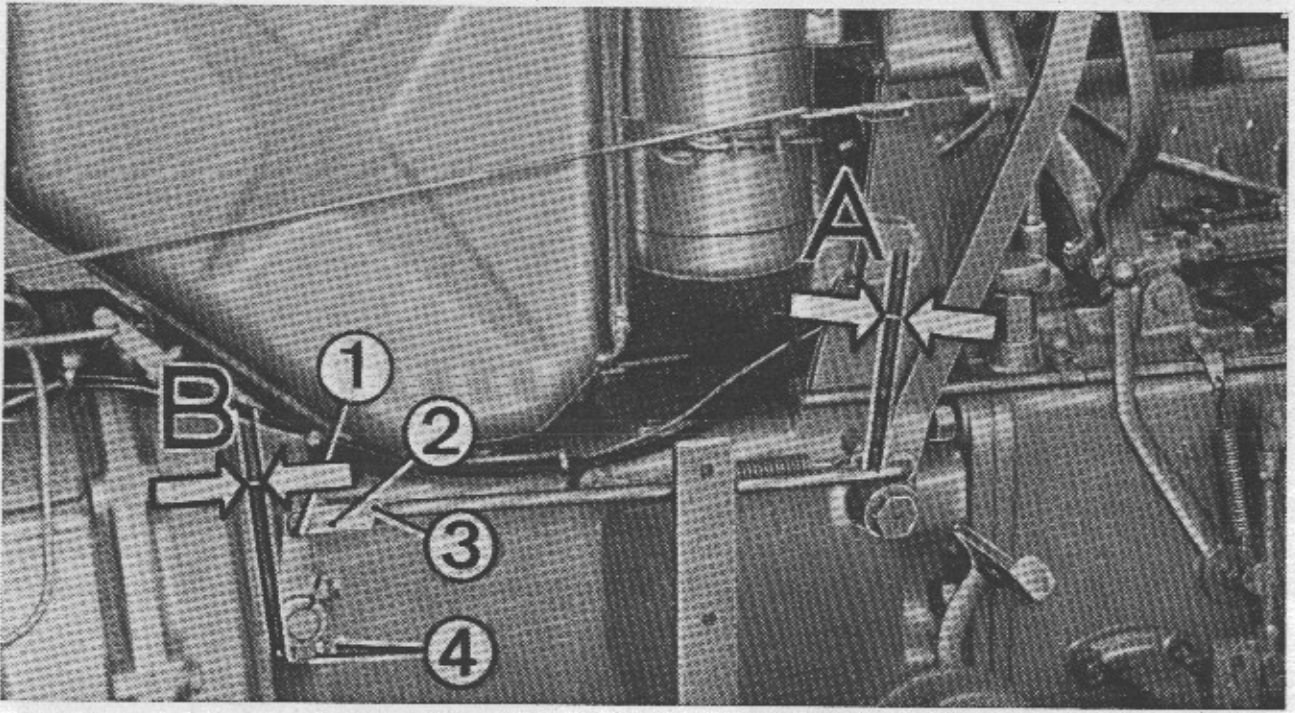

Fig. 58
- 3) **Controllo registrazione frizione motore (fig. 58)** - Controllare che la corsa libera della leva frizione (posiz. A) sia di mm.  $5,5 \div 6$  tra leva pedale e battuta; la corsa utile del puntalino (posiz. B) deve essere di mm. 4. Per eventuale registrazione agire sui punti 1 - 2 - 3 - 4.